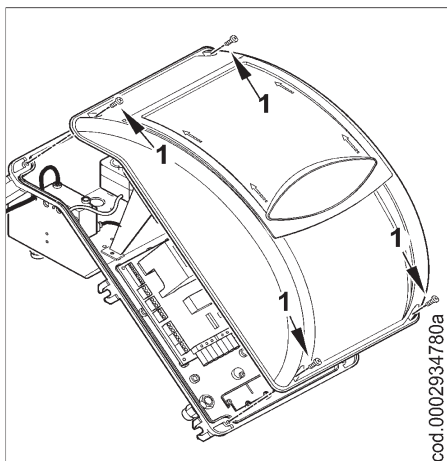
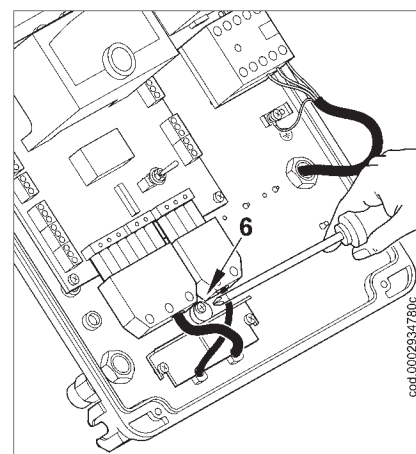

Figura 1
Figura 3
- 1) Quitar la tapa quitando los 4 tornillos (1) de la figura 1, sin quitar la tapita transparente. De esta manera se puede acceder al cuadro eléctrico del quemador.
- 2) Aflojar los tornillos (2) y después de haber quitado la plaquita que aprieta los cables (3), pasar las dos clavijas de 7 y 4 polos (véase la figura) por el agujero. Conectar los cables de alimentación (4) al telerruptor, fijar el cable de tierra (5) y apretar elsujetacables en cuestión.
- 3) Volver a poner la plaquita sujeta cables como indica la figura 3. Girar la excéntrica (6) de manera que la plaquita ejerza una adecuada presión en los dos cables y luego apretar los tornillos que sujetan la plaquita. Por último conectar las dos clavijas de 7 y 4 polos.